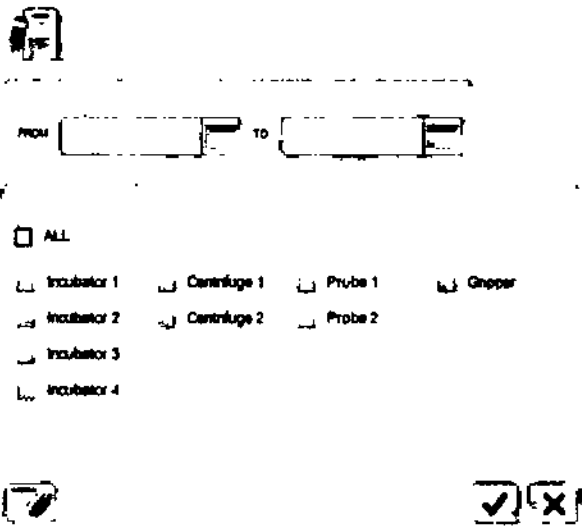

Figura 64: Ventana de búsqueda de Activar/Desactivar Módulos
4. Botón Filtrar para abrir una ventana (Figura 64) para filtrar por rango de fechas y por módulo.
Pulse el botón Filtrar (Figura 63, n.º 4) para abrir una ventana (Figura 64) para filtrar por rango de fechas y por módulo.